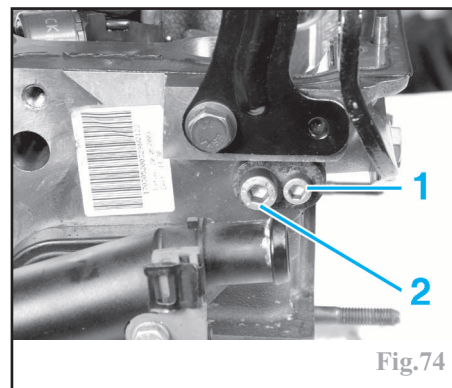

Fig.74
Déposer la vis de fixation (1) et la vis d'obturation (2) de la rampe de culbuteurs d'échappement (Fig.74).
Lors du desserrage de la vis d'obturation (2), s'assurer que l'axe ne se décale pas par rapport à sa plaque de fixation (Fig.74). Dans le cas contraire, il est impératif de remplacer l'axe au remontage, car à défaut il en résulterait un grip-page des culbuteurs, puisque les trous de lubrification de l'axe seraient décalés.
Reposer la vis de fixation (1) de l'axe d'échappement puis une vis d'obturation (2) neuve (Fig. 74).